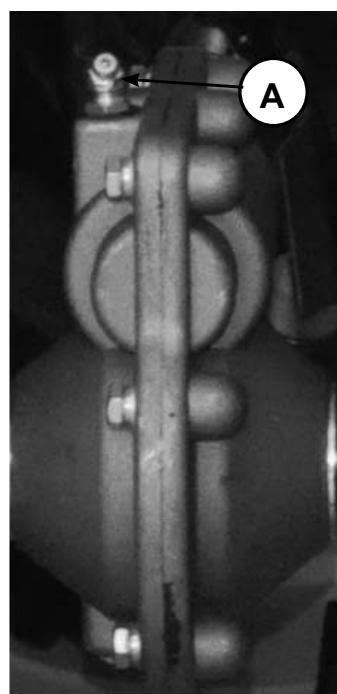

Рис.18
ОБСЛУЖИВАНИЕ РЕДУКТОРА (РИС.18)
- Ослабьте гайки крепления салазок (A), Рис. 18) и установите салазки (B) на необходимую высоту. Снова затяните гайки.